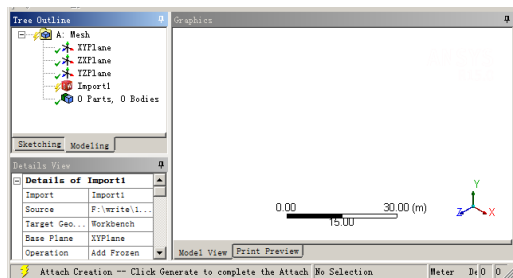

图 3-46 生成前的 DM 界面
**步骤 03** 双击项目 A 中的 A2 栏 Geometry，此时会进入到 DM 界面，设计树中 Import1 前显示 ⚡，表示需要生成，图形窗口中没有图形显示，如图 3-46 所示。